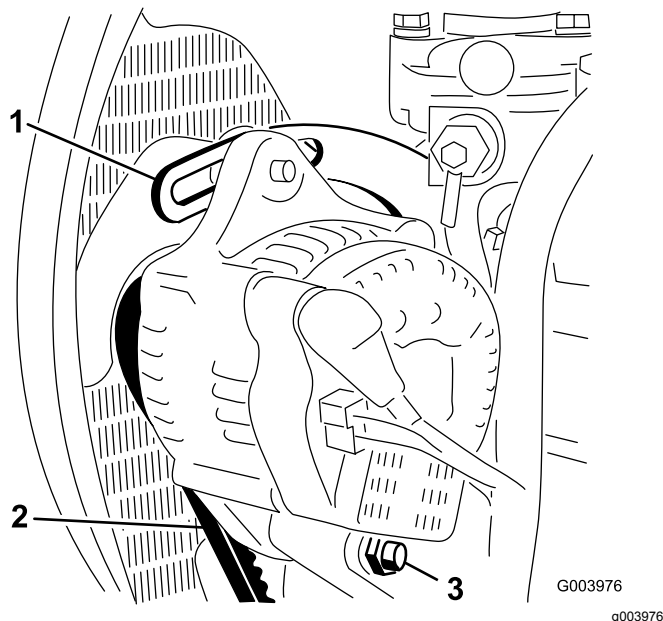

Figura 68
2. Verifique tensão da correia do alternador, premindo-a (Figura 68) até metade entre as polias do alternador e do cárter com uma força de 10 kg.
3. Desaperte o parafuso que segura a braçadeira ao motor (Figura 68), o parafuso que segura o alternador à braçadeira e o parafuso de articulação.